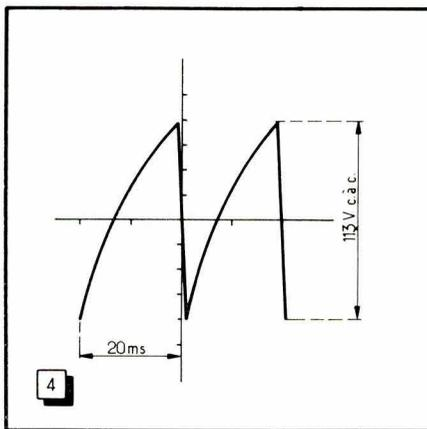
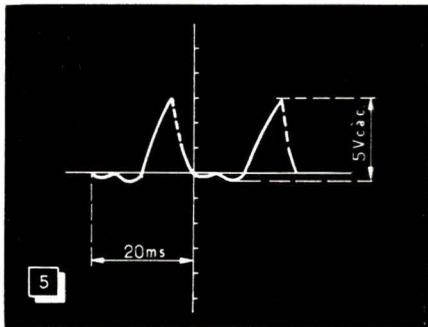

Fig. 4. — Après remplacement de C_2 , oscillogramme normal en A. Par rapport à (2), le gain vertical de l'oscilloscope a été divisé par 10.
Fig. 5. — Signal résiduel aux bornes de R_3 , avec C_2 en bon état. Par rapport à (3), le gain vertical de l'oscilloscope a été multiplié par 10.
Après remplacement de C_2 , nous obtenons en A le signal de la figure 4, et entre B et D celui de la figure 5. La dent de scie normale a une amplitude d'environ 113 V c. à c., et le signal résiduel aux bornes de R_2 n'est plus que de 5 V c. à c. Tous les oscillogrammes sont relevés à la fréquence de balayage de 25 Hz. Chaque division de l'axe horizontal vaut 10 ms. Au risque de rendre les oscillogrammes (2) et (3) quelque peu confus, nous avons maintenu constante l'amplitude du balayage de l'oscilloscope, afin de faire ressortir les rapports de fréquences. Entre les figures 2 et 4, la sensibilité de l'amplificateur vertical a été divisée par 10. De même entre les figures 5 et 3.